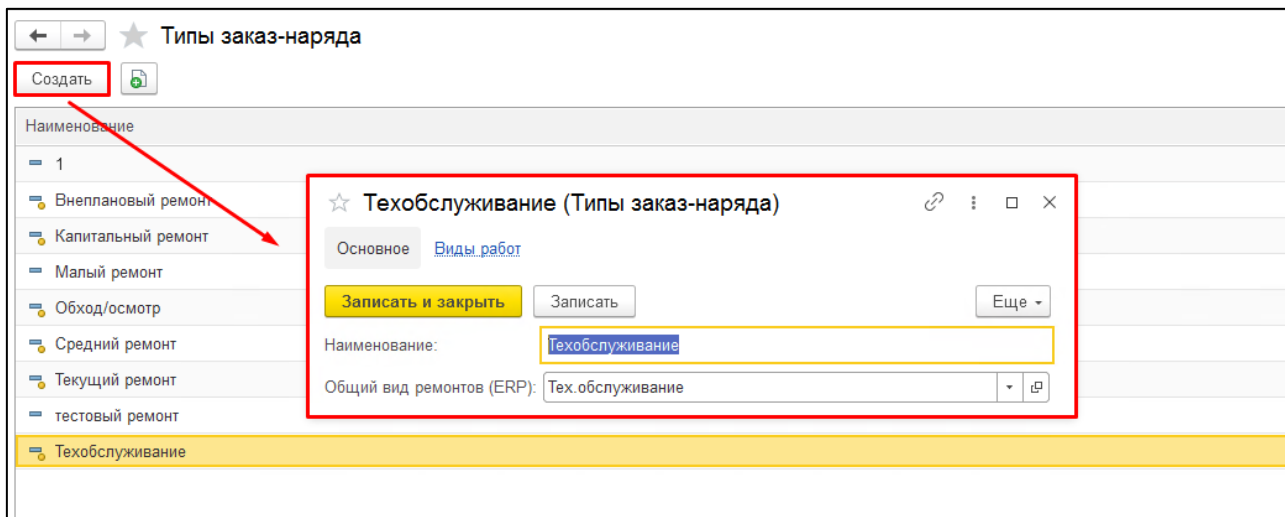

Рисунок 126. Создание типа заказ-наряда.
- «**Наименование**» - наименование типа заказ-наряда, обязательно для заполнения (см. Рисунок 126);